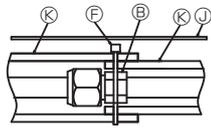

Fig. 3-10
- (2) Enrouler les gaines des tuyaux de raccordement et les fixer à la bande (E).
- (3) Fixer l'isolation (D) de manière à ce qu'elle recouvre les parties coupées des tuyaux de raccordement. (Fig. 3-10)